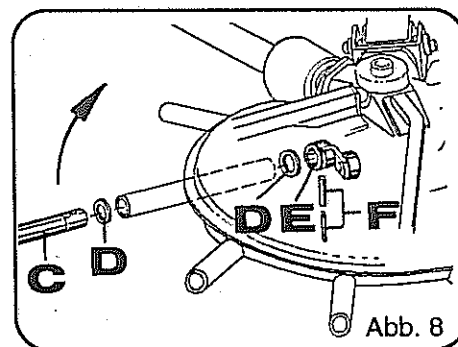
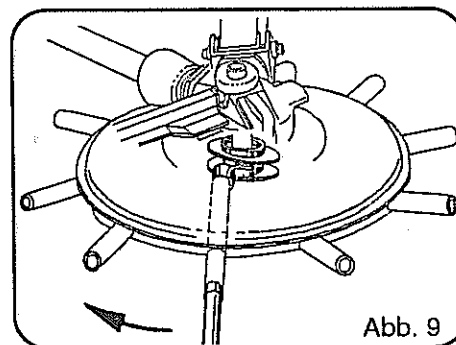

Abb. 8
Abb. 9
- Stützscheibe 45/56x3 (Abb. 8, Pos D) über das Rohr des Zinkenarmes schieben.
- Zinkenarm (Abb. 8, Pos. C) in eine der Einstecköffnungen schieben (noch nicht bis zum Anschlag).
- Führungshebel (Abb. 8, Pos. E) so einsetzen, daß die Laufrolle in die Kurvenbahn läuft (Abb. 8 und Abb. 9). Auf gleiche Drehrichtung der Kreisel achten.
- Spannstifte 12 x 65 und 7 x 65 (Abb. 8, Pos. F) einschlagen.